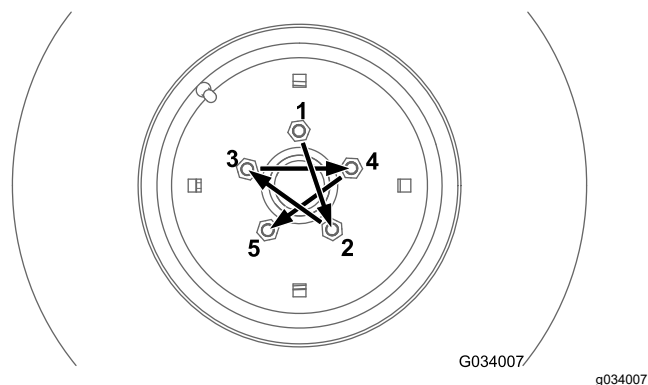

Figura 65
Serrate i dadi delle ruote anteriori e posteriori (solo macchine con trazione integrale) secondo lo schema illustrato nella Figura 65 e nella Figura 66 alla coppia specificata.
- Ruote anteriori: fate riferimento a Figura 65